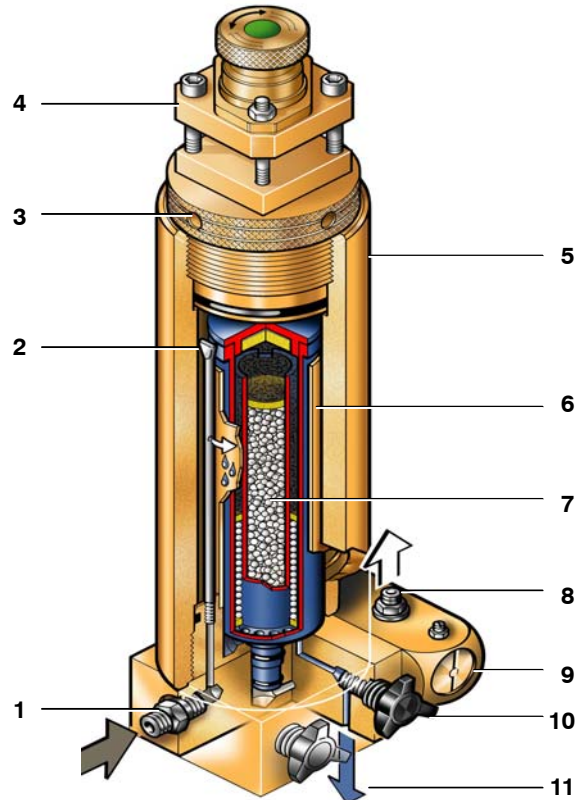

Abb. 31 Kondensatablaßhähne
- Kondensat durch langsames Öffnen des Handkondensatablaßhahns (1, Abb. 31) vor jedem Füllvorgang und während des Füllvorganges alle **15 Minuten** ablassen. Hahn langsam ca. 1/3 Umdrehung nach links drehen, bis kein Kondensat mehr austritt. Hahn wieder schließen.
Das Kondensat aus Abscheider und Patronenkammer ist durch langsames Öffnen der beiden Handkondensatablaßhähne (2 und 3, Abb. 31)